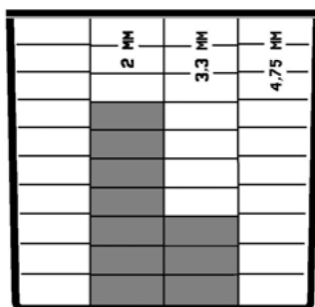

Figure 6.7 - Lecture de la taille des particules (ex.)
- Placez le lecteur dans sa position normale et lisez les résultats dans les différents compartiments (*figure 6.7*) ;
- Les résultats obtenus (*figure 6.7*) montrent une granulométrie de **0-70-30-0** ;